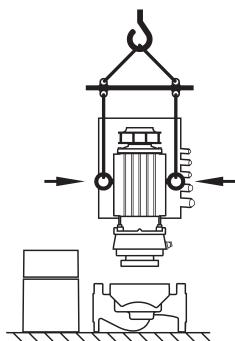

Fig. 9: Transport du moteur
- Si nécessaire, p. ex. en cas de réparation, les œillets de transport peuvent fixés non pas sur la bride mais sur le carter de moteur (voir p. ex. fig. 9). **Avant le montage des œillets de transport sur le carter de moteur, sortir les écartereurs des orifices prévus pour les œillets de transport (fig. 7, pos. 20b) (voir chapitre 10.2.1 «Remplacer la garniture mécanique» à la page 176).**
- Si les œillets de transport sont montés non pas sur la bride mais sur le carter de moteur, ils ne peuvent être utilisés que pour le transport du kit embrochable (fig. 9) mais pas pour transporter l'ensemble de la pompe et donc pas pour séparer le kit embrochable du corps de pompe.